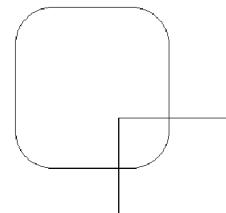
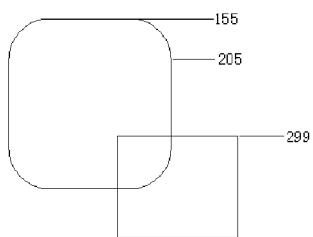

图 3.13 原图
图 3.14 标注 X 坐标值尺寸
(1) 确认“对象捕捉”按钮 F 处于打开状态,单击“坐标”标注按钮 S ,指定要标注的坐标端点。
(2) 移动光标会出现引线,引出位于水平方向,可以标示出 Y 坐标值,接着移动引线到合适的位置,单击鼠标左键完成显示标注。图 3.13 所示为原图,图 3.14 所示为标注 X 坐标值尺寸后效果。